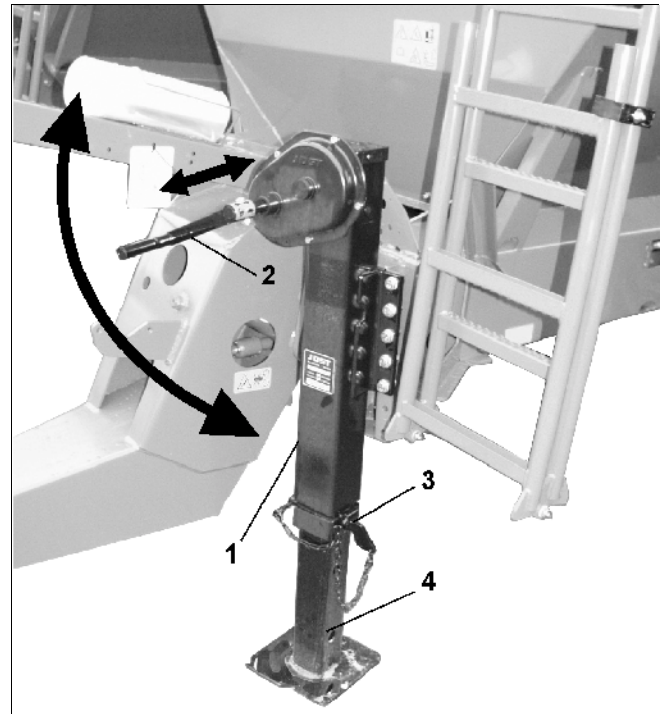

Fig. 10
- Stützfuß (Fig. 10/1) über Handkurbel (Fig. 10/2) bis zum Anschlag hoch kurbeln.
- Bolzen (Fig. 10/3) aus Stützfuß ziehen.
- Bolzen in unterer Bohrung (Fig. 10/4) abstecken und sichern.